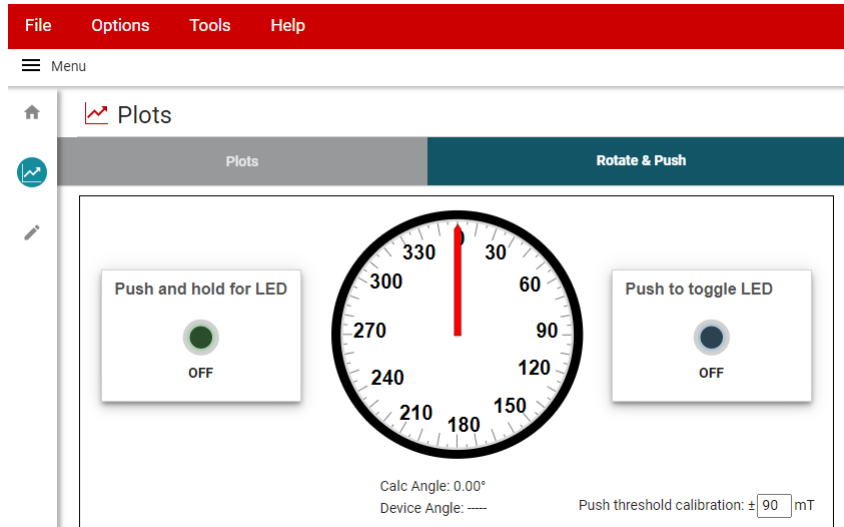

图 3-11. “Rotate & Push” GUI 页面
3. 转到“Plots”页面中的 Rotate & Push 选项卡 (请参阅图 3-11)。